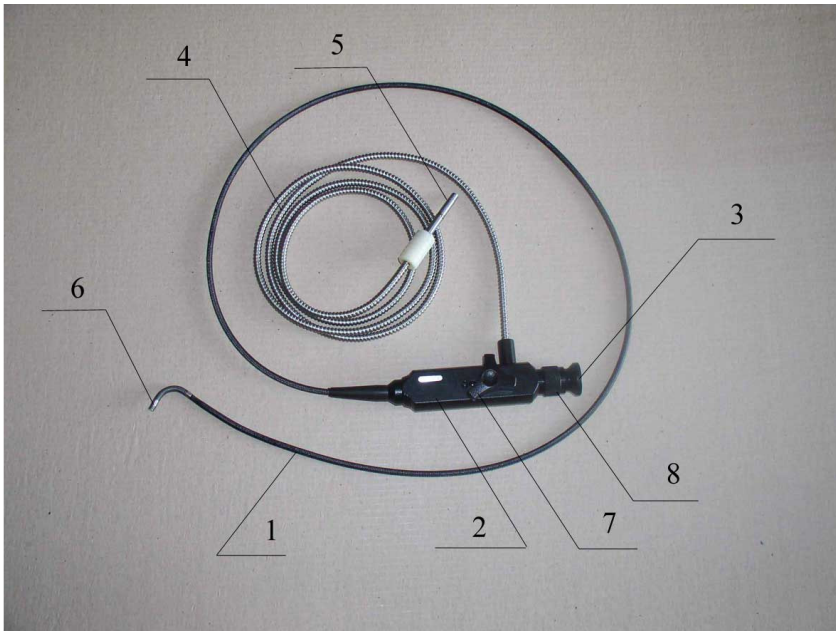

Рисунок 1. Технический эндоскоп.
4.1.1. Эндоскоп ЭВО8-1,5 (рис. 1) является оптическим прибором, состоящим из гибкой рабочей части 1, корпуса 2 и окуляра 3. Рабочая часть состоит из многослойной гибкой оболочки, внутри которой уложены два волоконно-оптических жгута: один (регулярный) передает изображение, другой (нерегулярный) служит для передачи от переносного блока осветителя светового потока, создающего необходимый уровень освещенности исследуемого объекта. Жгут подсветки 4 выполнен неразъемным с эндоскопом. Штекер 5 жгута подсветки совместим с соответствующими разъемами осветителей фирмы «Olympus».